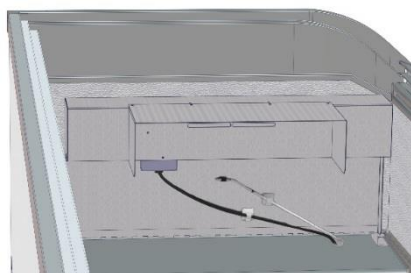

Fig. 15 Soporte del ventilador
7. Si fuera necesario, limpiar el soporte del ventilador (véase la Fig. 15), plegarlo para ello hacia arriba y limpiar con cuidado las superficies por debajo con un paño húmedo.